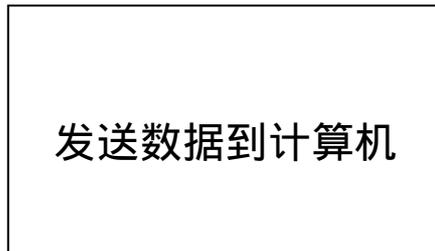

图 45
- c. 按 \leftarrow 键确认发送数据，屏幕显示：发送数据到计算机，发送完成有蜂鸣声提示，返回菜单状态，显示如图 45：